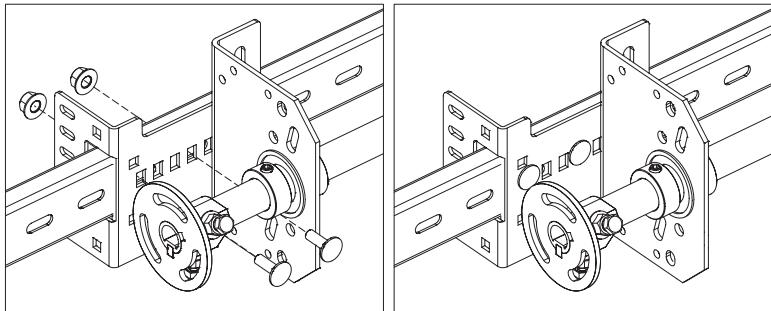

Рис. 26.3
- поддерживая вал в горизонтальном положении, закрепить промежуточный суппорт к задней перемычке двумя болтами M8×25 (рис. 26.3);